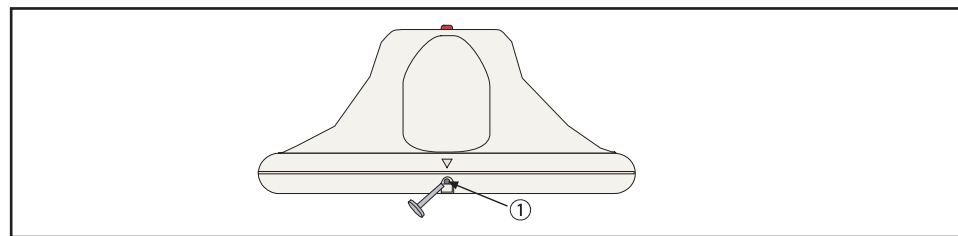

Bild 7.1: Antisabotageskruv
När kåpan har stängts kan hela installationen säkras med den medföljande antisabotageskruven. Se bildtexten (1) till *Bild 7.1 Antisabotageskruv*